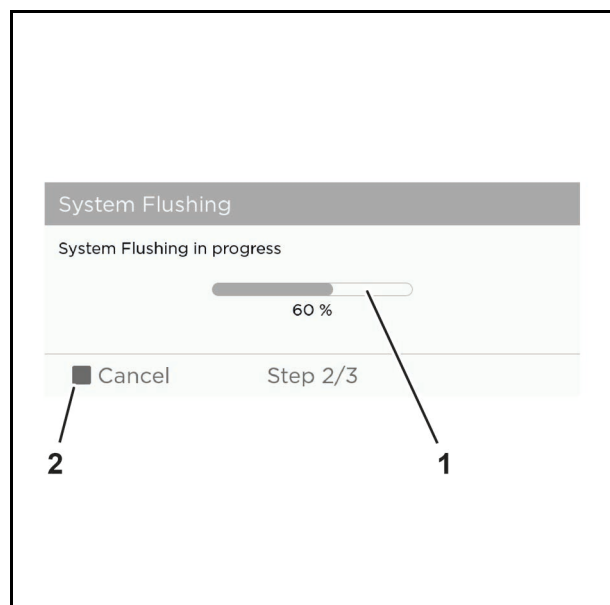

Abb. 54 Beispielgrafik
2. Verfolgen Sie den Fortschritt anhand der Fortschrittsanzeige (Abb. 54/1) oder tippen Sie auf die Schaltfläche "Cancel" (Abb. 54/2), um die Systemspülung abzubrechen.